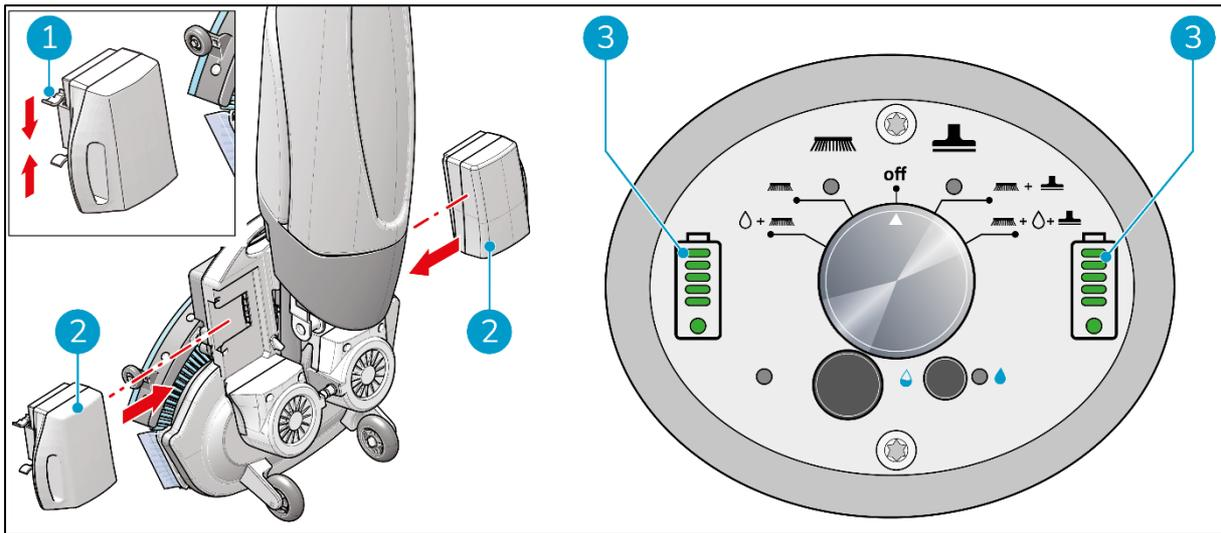

Figure 12
1. Pousser la pile codée en bleu (Figure 12, pos 2) dans le logement de la pile bleue. Un clic indique que la pile est verrouillée en place (Figure 12, pos 1).
3. Pendant le fonctionnement, les indicateurs de batterie (Figure 12, pos 3) sur le panneau de commande indiquent la quantité d'énergie restante.